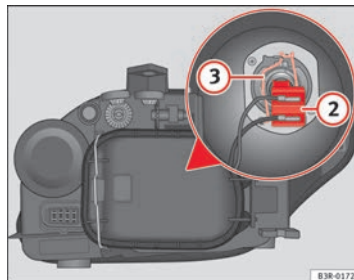

Abb. 197 Abblendlicht
- Ziehen Sie am Stecker ⇒ Abb. 197 ② und nehmen Sie diesen so von der Lampe ab.
- Nehmen Sie die Haltefeder ⇒ Abb. 197 ③ durch Eindrücken und Rechtsdrehung ab.